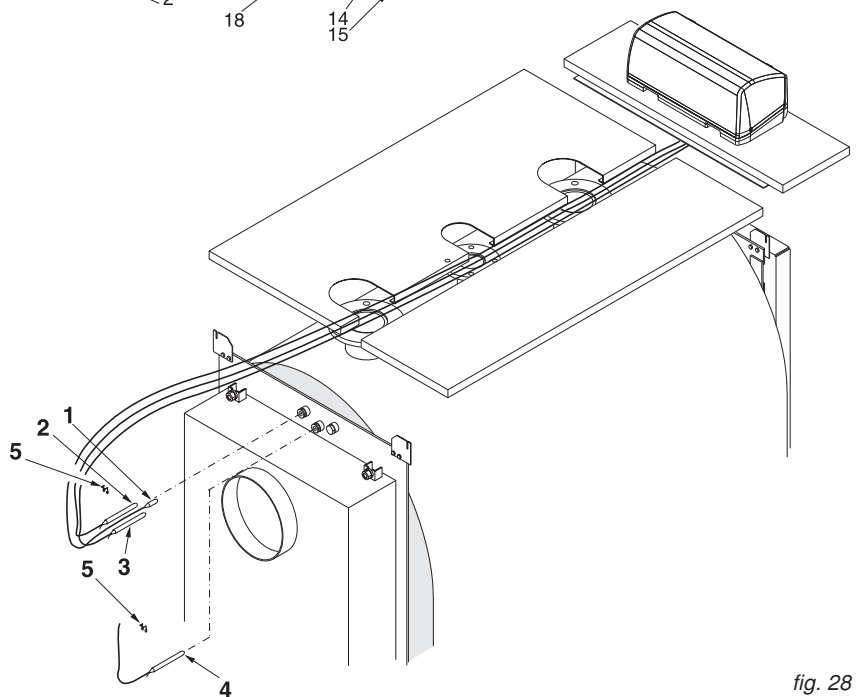

fig. 28
- M) Inserire nelle guaine i bulbi degli strumenti come indicato in fig. 28 ed eseguire il collegamento elettrico del pannello comandi alla linea di alimentazione, al bruciatore ed alle eventuali pompe, etc.